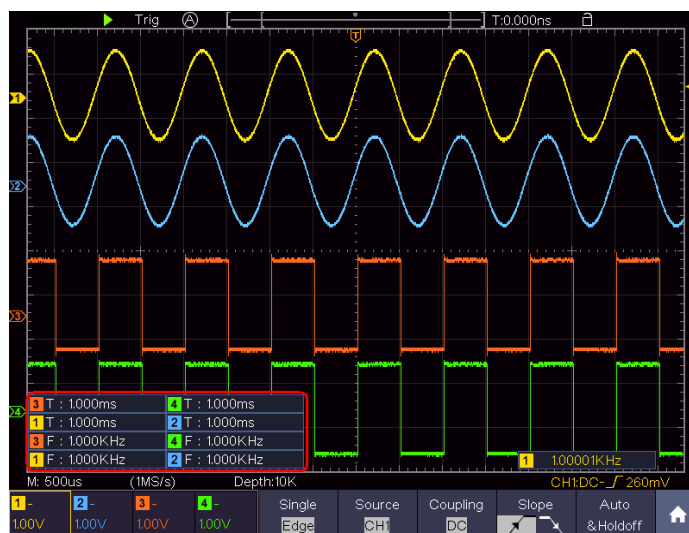

Figura 4-24 Medición automática
- El valor medido se mostrará automáticamente en la parte inferior izquierda de la pantalla (ver *Figura 4-24*).